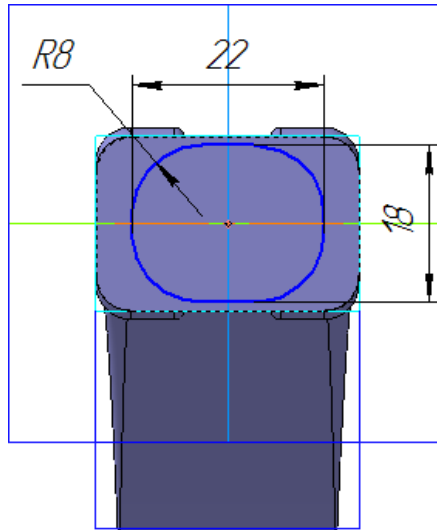

Рисунок 44
- Вставьте из буфера обмена созданный ранее контур, обеспечьте размещение его центра в точке начала координат эскиза и установите новые значения размеров (рис. 44).